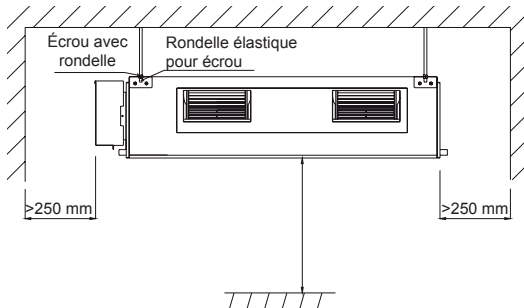

Fig. 2
- (1). Installez l'équipement dans un emplacement suffisamment solide pour supporter le poids de l'équipement.
- (2). L'entrée et la sortie d'air de l'équipement ne doivent jamais être obstruées afin de permettre au débit d'air d'atteindre chaque coin de la salle.
- (3). Laissez un espace de service autour de l'équipement comme indiqué dans la Fig. 2.